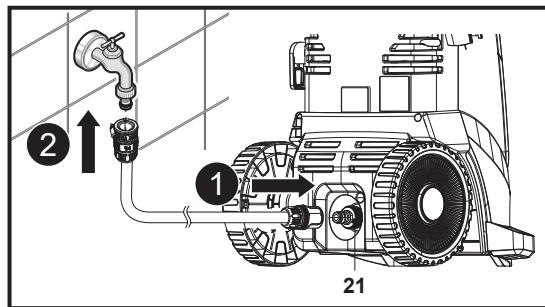

Fig. 8
2. Conecte la manguera de jardín al adaptador de entrada de agua (21) del conector de entrada de agua (13) de la máquina (Fig. 8, paso 1). Utilice siempre un acoplamiento estándar para la entrada de agua. Para que la máquina funcione correctamente, la manguera no puede tener más de 8 m de longitud.
3. Conecte el otro extremo de la manguera de jardín a un suministro de agua (Fig. 8, paso 2).